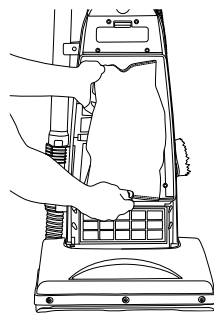

Fig. 4
2. Fixez le nouveau sac d'aspirateur au support de sac (Fig. 4).